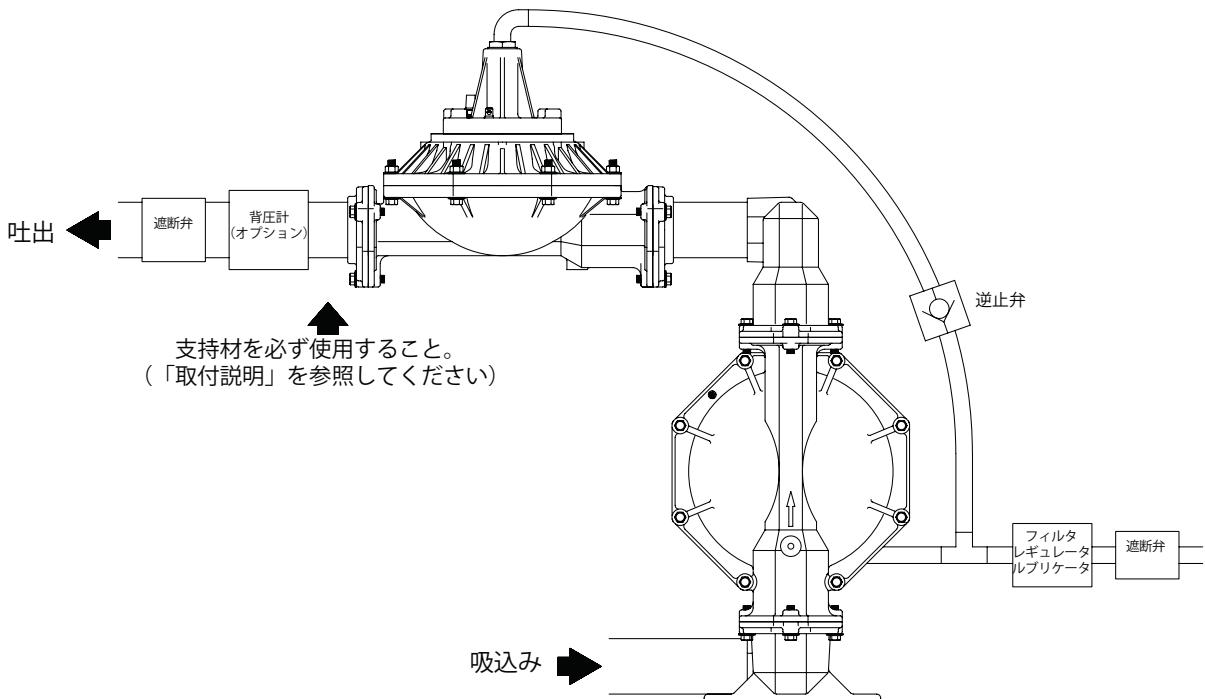

図2
- Shock Blocker のパルスダンパーは、できる限りポンプ吐出部に近づけて配置してください（図2参照）。